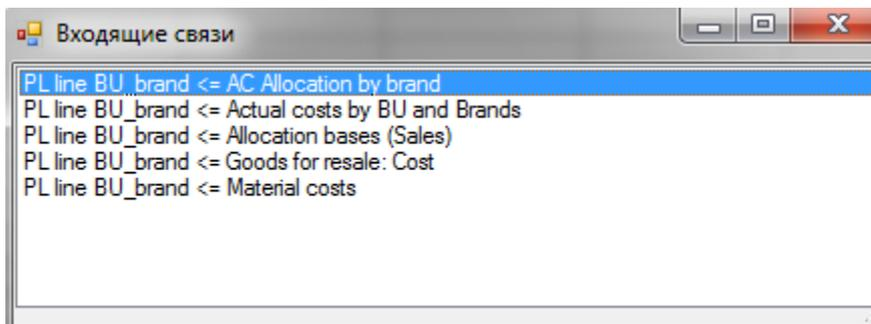

Рисунок 37. Окно входящих связей.
- **Входящие связи** - открывает окно, в котором можно выбрать и открыть (два раза нажать левой клавишей мыши) необходимую входящую в куб связь (рисунок 37).